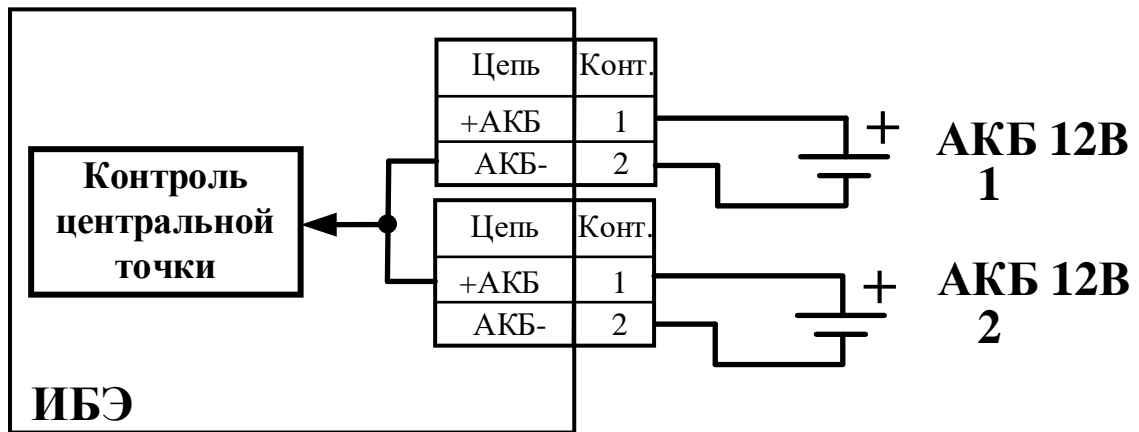

Рисунок 2
- Изделие имеет режим предупреждения (индикатором АКБ) при асимметрии напряжений подключенных АБ. При расхождении напряжений на АБ более чем на 20% - частое мерцание желтым 0,25с-вкл/0,25с-выкл. При расхождении напряжений на АБ более чем на 30% - выключение индикатора АКБ с блокировкой заряда данных АБ. Данный режим доступен при подключении 2-х АБ с использованием средней точки (см. Рисунок 2).